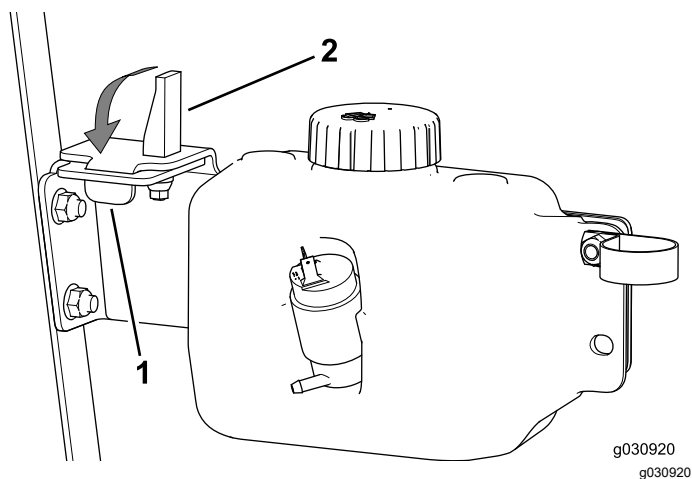

図 46
5. スロットにタブを入れ、スエルラッチ用ブッシュをタンクプレートの穴に入れる 図 46。
6. スエルラッチを倒す 図 46。